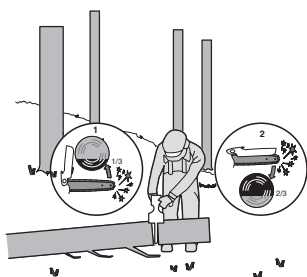

Figura 3
Si el tronco está apoyado por un extremo, tal como se muestra en la figura 3, corte $\frac{1}{3}$ del diámetro por la parte inferior (1). A continuación, realice el corte de acabado cortando por la parte superior hasta llegar al primer corte (2).